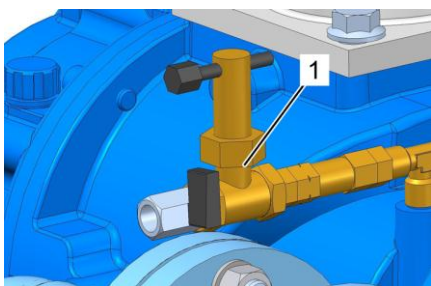

Рис. 31: Шаровой кран
4. Закройте шаровой кран (Рис. 31/1) в шлангопроводе между насосом и компрессором.
13. Откройте шаровой кран (Рис. 31/1) в шлангопроводе между насосом и компрессором.